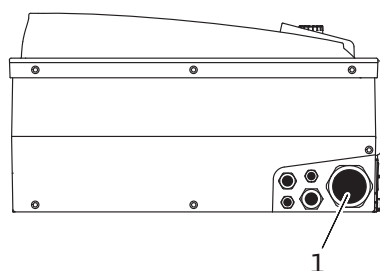

Fig. 22: Šroubení kabelu M40
- Vedení síťové přípojky je nutno vést šroubením kabelu M40 (Fig. 22, poz. 1).